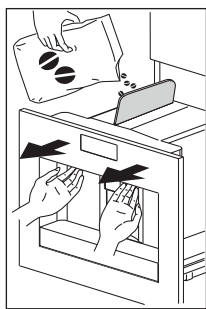

Fig. 14
- ▶ Estrarre l'apparecchio tirandolo verso l'esterno; avendo cura di utilizzare le apposite maniglie (Fig. 14).